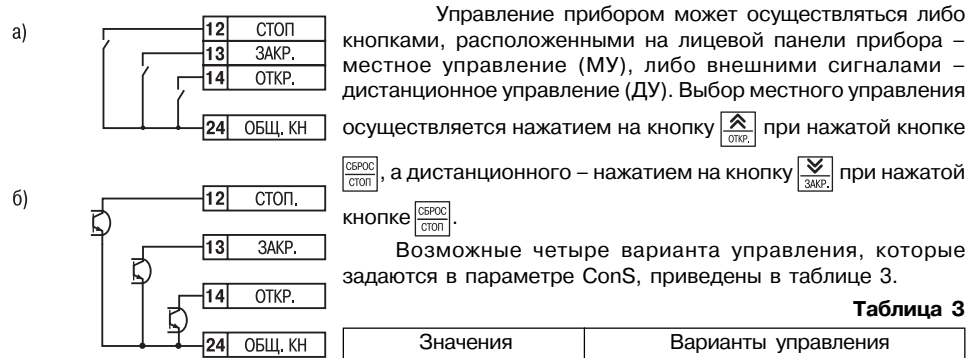

Рис. 2
- контакты внешних кнопок управления (рис. 2, а);
- устройства автоматики, имеющие на выходе транзисторные  $n-p-n$ -ключи с открытым коллекторным выходом (рис. 2, б);